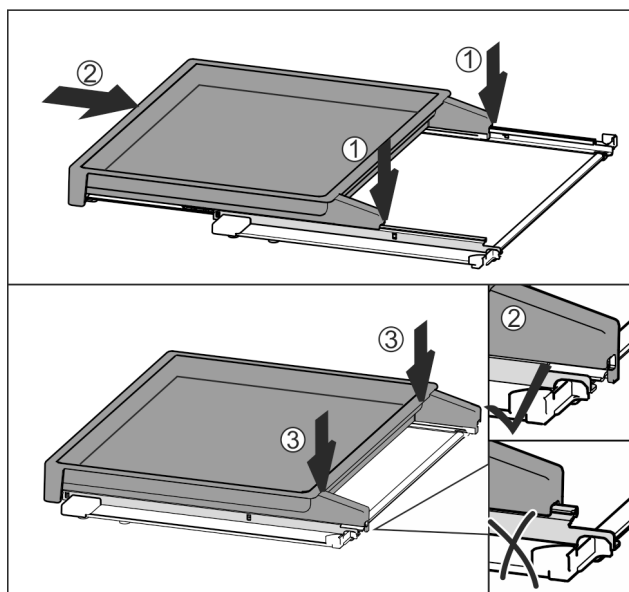

Fig. 109
- ▶ Nasadte uprostřed na kolejničky Fig. 109 (1).
- ▶ Vysouvací přihrádku zcela zasuňte Fig. 109 (2).
- ▶ Zatlačte pak na zadní straně, až slyšitelně zacvakne Fig. 109 (3).